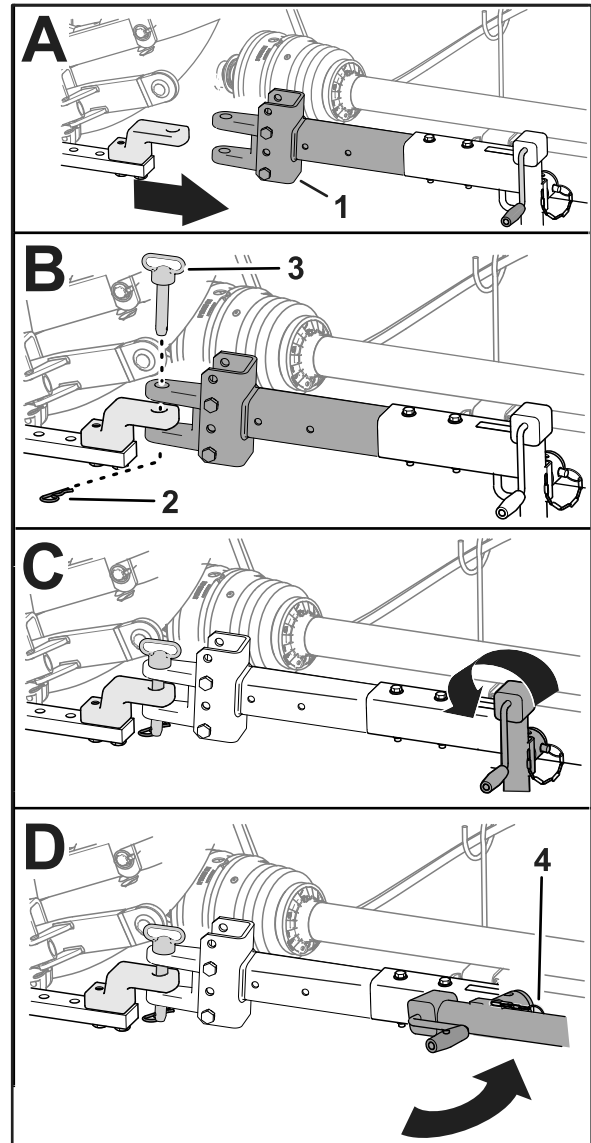

Figura 29
attraverso i fori nella barra di traino e nel timone e fissate il perno con la coppiglia (Figura 29).
6. Sollevare completamente il martinetto (Figura 29).
7. Rimuovete il perno che fissa il martinetto alla barra di traino, ruotate in orizzontale il martinetto e fissate il martinetto sulla barra di traino con il perno (Figura 29).